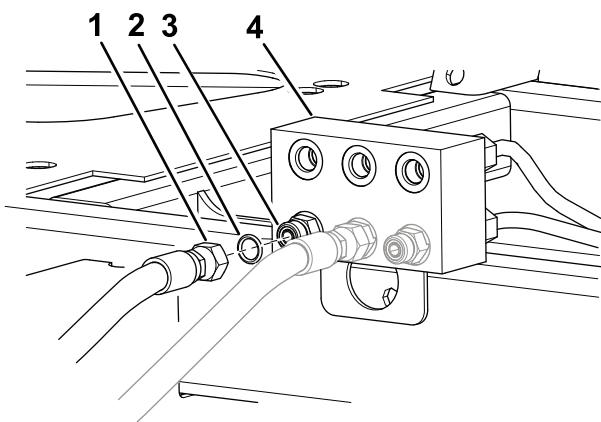

Figure 7
5. Placez un bac de vidange sous le collecteur de jonction (Figure 7).
6. Débranchez le flexible hydraulique du raccord inférieur gauche sur le collecteur de jonction (Figure 7).